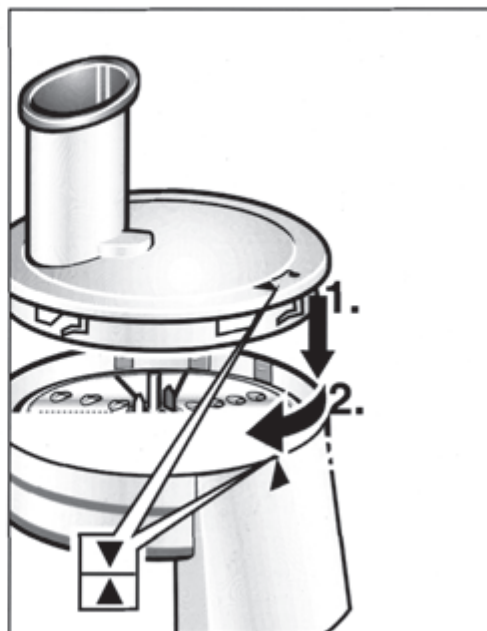

Figure 11
3. Placez le couvercle sur le boîtier puis tournez-le en sens inverse des aiguilles d'une montre jusqu'à ce que le couvercle encrante en place et que les flèches soient alignées (voir figure 11).